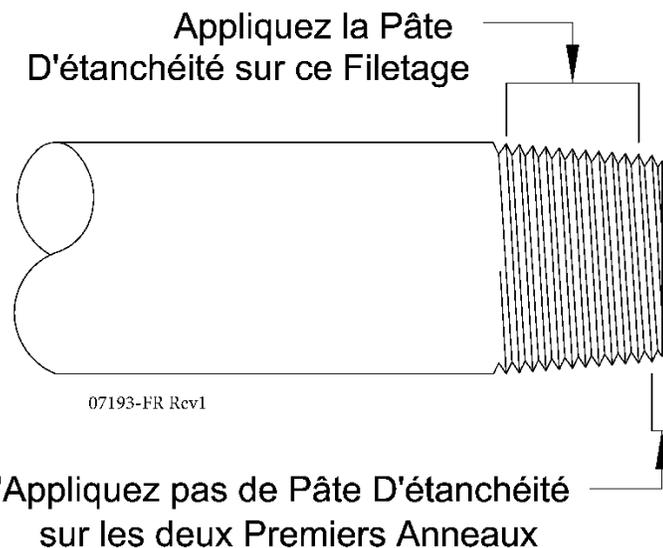

Figure 11 – Application du liant d'étanchéité
2. Appliquez un liant d'étanchéité sur le filetage du tuyau de combustible conformément à la Figure 11.